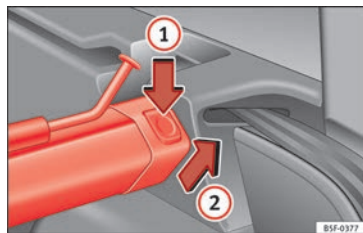

Fig. 172 En el maletero: desmontar la red de separación.
- Presione la tecla de desbloqueo izquierda o derecha » **fig. 172** en el sentido de la flecha ①.
- Extraiga la carcasa del soporte en el sentido de la flecha » **fig. 172** ②.
- Presione la carcasa en los soportes izquierdo y derecho en el sentido contrario al de la flecha » **fig. 172** ② hasta que encastre.